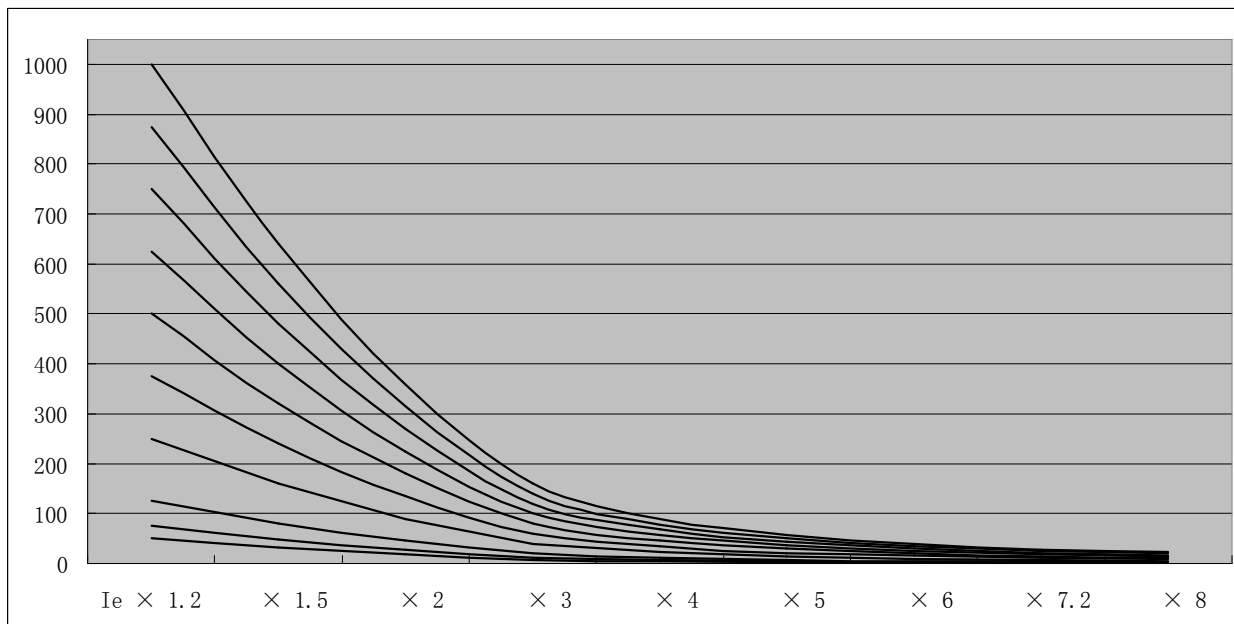

图 21 过载特性曲线图
■ 过载保护电流—时间对照表如表 18 所示, 过载特征曲线图 (K 曲线图) 如图 21 所示。